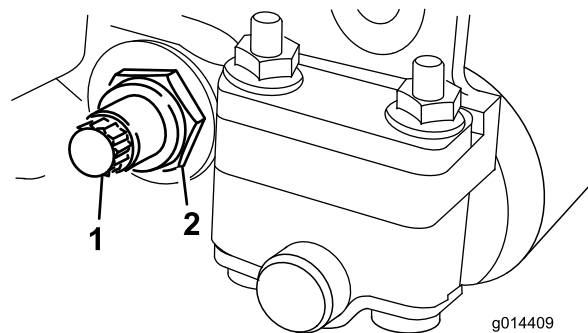
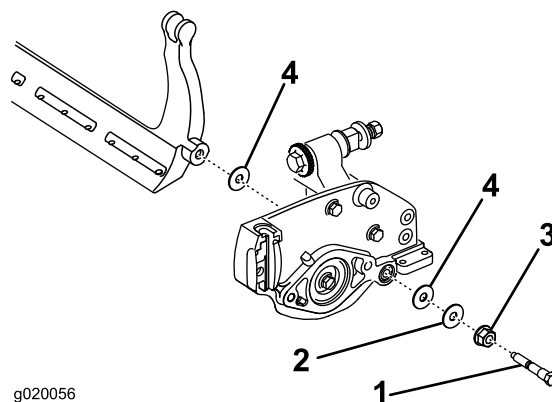

Bild 20
Bild 21
3. Lösen Sie an jeder Seite der Maschine die Klemmmutter, mit der die Schraube des Untermesserträgers befestigt ist (Bild 20).
4. Nehmen Sie jede Schraube des Untermesserträgers ab, damit der Untermesserträger nach unten gezogen und von der Maschine entfernt werden kann (Bild 20). Bewahren Sie die zwei Nylon- und die zwei Scheiben aus gestanzten Stahl an jedem Ende des Untermessers auf (Bild 21).
2. Befestigen Sie den Untermesserträger mit den zwei Untermesserträgerschrauben (Muttern an den Schrauben) und den sechs Scheiben an jeder Seitenplatte. Legen Sie eine Nylonscheibe auf jede Seite des Seitenplattenansatzes. Legen Sie eine Stahlscheibe außen auf jede äußere Nylonscheibe (Bild 21).
4. Ziehen Sie die Sicherungsmuttern gleichmäßig an jeder Seite an, bis Sie die Stahlscheiben nicht mehr mit der Hand drehen können (Bild 21).